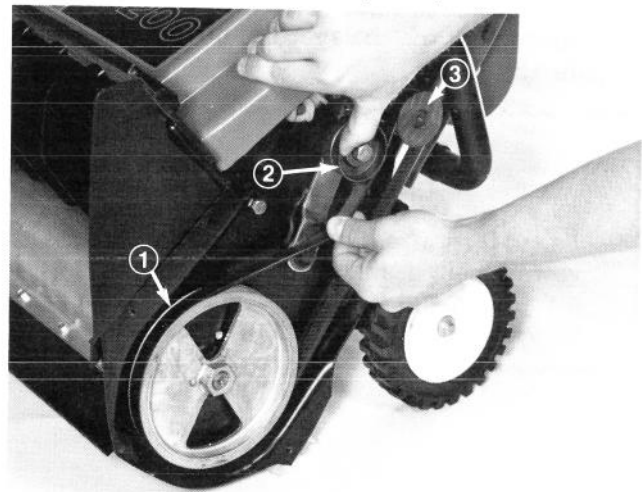

Figure 16
3. Déplacez la poulie de tension et tirez la courroie de transmission (Figure 16) pour la libérer. Laissez ensuite revenir la poulie de tension à ressort, lentement, mais ne la laissez pas taper.
4. Enlevez la courroie de transmission de la poulie du rotor et de la poulie du moteur (Figure 16).